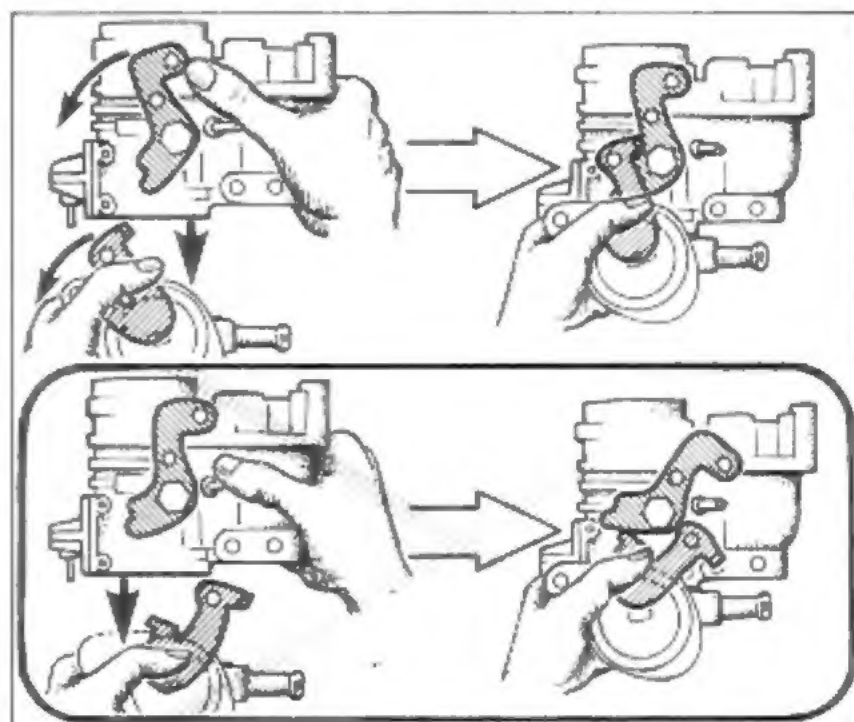

Fig. 9
- En assemblant le dessus de cuve sur la cuve, ou le corps sur la cuve, veiller à *orienter* convenablement les *leviers* s'appuyant sur des cames ou comportant des ergots s'engageant dans des fourches ou des lumières (commandes de volet de départ en particulier). (Fig. 9). Raccorder éventuellement les tringles de liaison et vérifier que ces commandes fonctionnent sans points durs ni coincement.